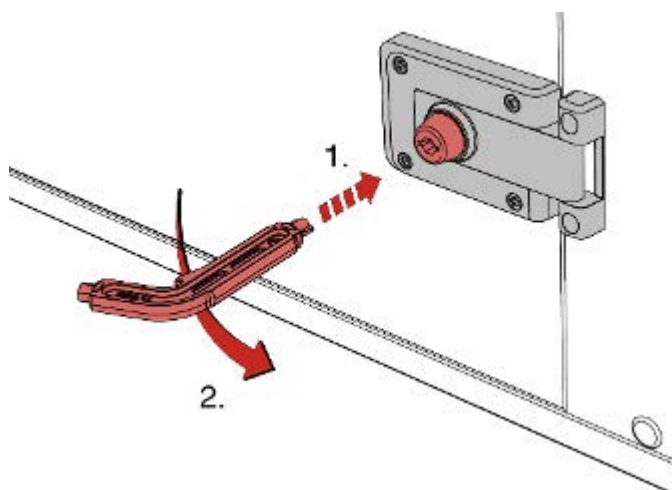

Fig. 49: Puerta de acceso con cierre de seguridad
- ▶ Introduzca la llave especial TROX en la cerradura y gírela en sentido contrario a las agujas del reloj hasta el tope (Fig. 49).